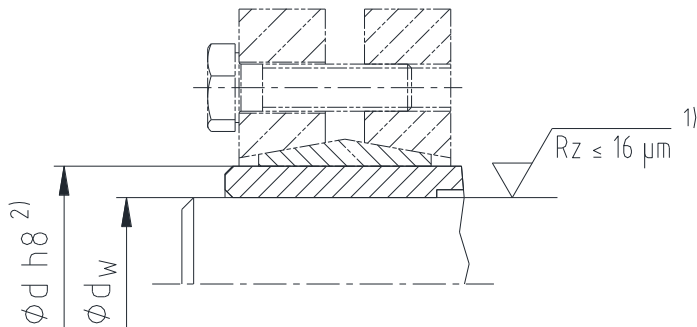

Fig. 2 : Tolérances et Surfaces
- Contrôler la position de l'arbre et du moyeu par rapport à la tolérance conseillée au chapitre 1 (Fig. 2 et Tableau 2).